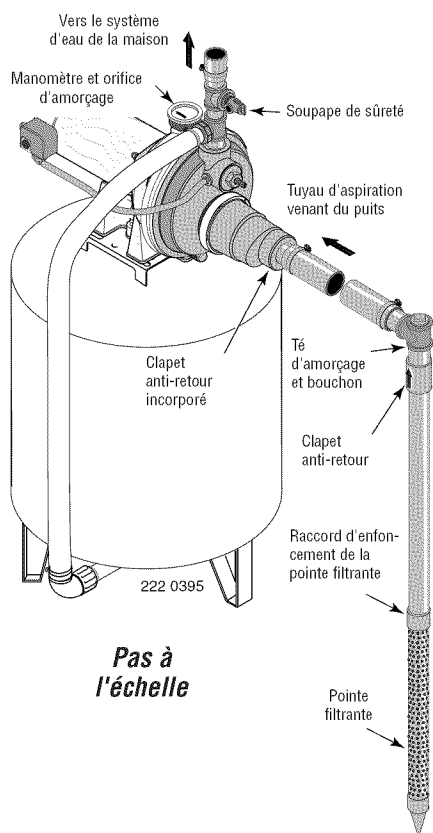

Figure 5 : Installation avec une pointe filtrante
INSTALLATION DE LA POINTE FILTRANTE (Figure 5)
- 5 ° Utiliser le moins possible de raccords (en particulier des coudes) lorsque l'on branche la tuyauterie de la pointe filtrante sur l'orifice d'aspiration de la pompe. Le diamètre du tuyau d'aspiration doit être au moins aussi grand que le diamètre de l'orifice d'aspiration de la pompe (y compris le clapet anti-retour - voir la Figure 5). Supporter le tuyau de façon qu'il ne soit pas cintré afin qu'il n'exerce pas de contraintes sur le corps de la pompe; de plus, il doit être légèrement incliné vers le haut, du puits jusqu'à la pompe (les points hauts risquent de causer des poches et des bouchons d'air dans la pompe). N'utiliser que du ruban téflon ou de la pâte pour raccords filetés approuvée sur les tuyaux en PVC. Les raccords doivent être étanches à l'air et à l'eau. Si le tuyau d'aspiration aspire de l'air, la pompe ne pompera pas l'eau du puits. Si une pointe filtrante ne